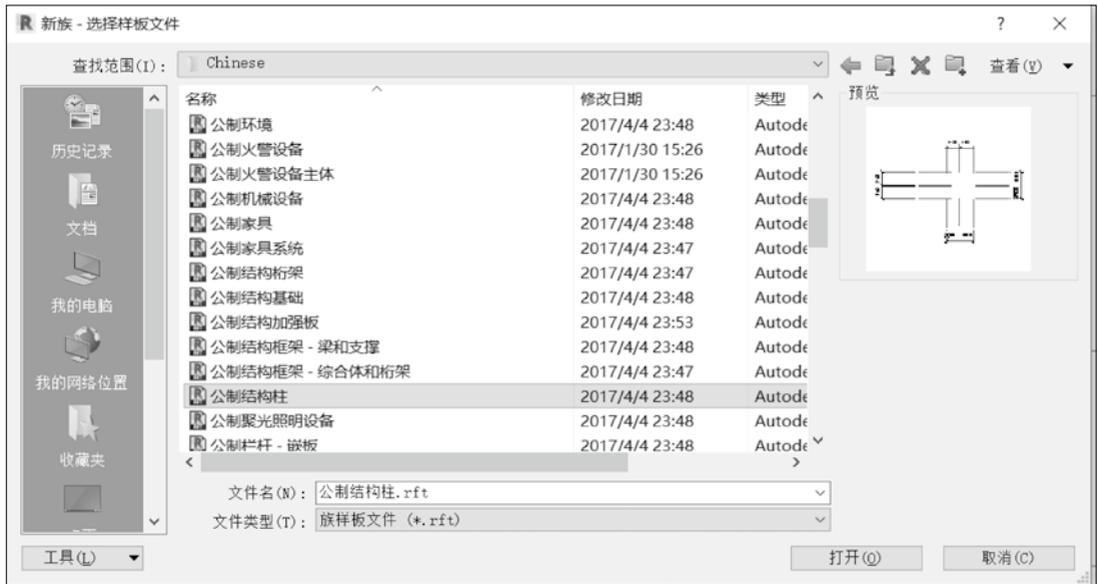

图 3.1.12 选择“公制结构柱”族样板文件
(2) 选择“公制结构柱”族样板文件, 如图 3.1.12 所示。